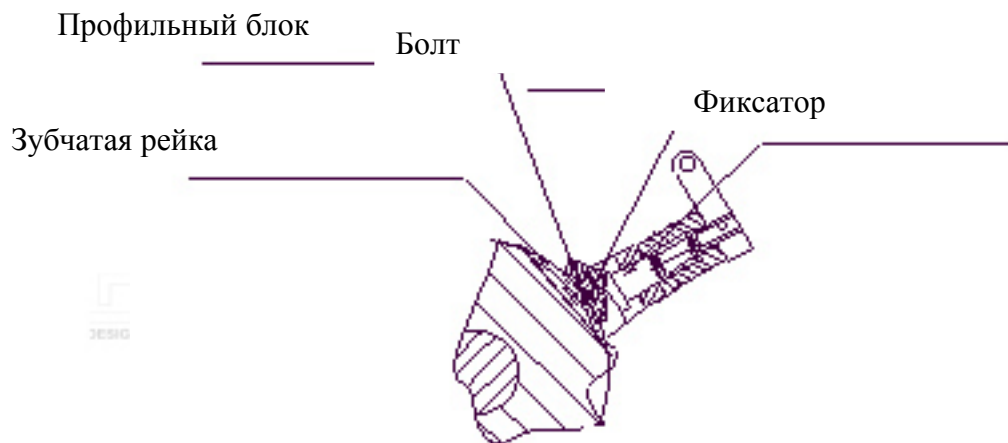

Рис. 3
- 3.4.1. После того как удостоверились, что машина работает исправно в холостом режиме, остановить машину, когда подвижная плита будет в закрытом положении. Сдвинуть вниз балку сброса давления 12 (фиксатор должен выйти из зацепления с профильным блоком). Затем запустите машину и остановите ее в открытом положении, установить штанцформу в зажимное приспособление. Положить лист картона на подвижную плиту и запустите машину. Когда плита пойдет вниз, поставьте поперечную балку сброса давления в первоначальное положение (фиксатор должен попасть в углубление на профильном блоке). После этого машина должна сделать один удар, после чего остановите ее. Внимательно осмотрите пробный лист, если на нем не осталось засечек, отпустите болт, как показано на рис. 3, и выберите нужное положение профильного блока по отношению к зубчатой рейке. Этим Вы выберите нужное давление и дистанцию между плитами. При перемещении профильного блока вниз дистанция между плитами увеличивается (соответственно, уменьшая при этом давление), при перемещении вверх расстояние будет уменьшаться. При смещении на один зуб дистанция будет изменяться в пределах 0,03-0,15 мм, в зависимости от текущего положения эксцентрика.